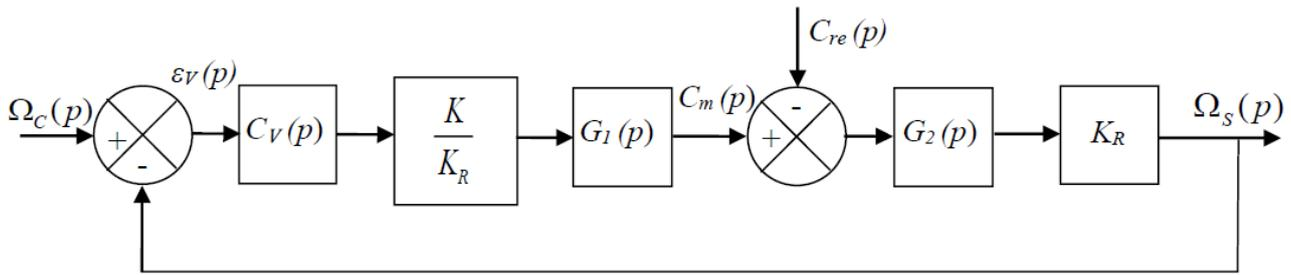

FIGURE 7 – Schéma-bloc équivalent pour la boucle de vitesse
On pourrait montrer que le schéma-bloc peut se ramener au schéma à retour unitaire de la Figure 7, avec  $G_1(p) = \frac{k_c}{R} \frac{1}{1 + \tau_e p}$ ,  $G_2(p) = \frac{R}{k_c} \frac{1}{1 + \tau_m p}$  et  $K = K_{vit} K_A K_m$ .
**Question 9:** A partir du schéma-bloc à retour unitaire de la Figure 7, déterminer l'expression de la fonction de transfert en boucle ouverte  $H_{BO}(p) = \frac{\Omega_s(p)}{\varepsilon_v(p)}$  en fonction de  $C_v(p)$ ,  $\tau_e$ ,  $\tau_m$  et  $K$ . On considère  $C_{re}(p) = 0$ .